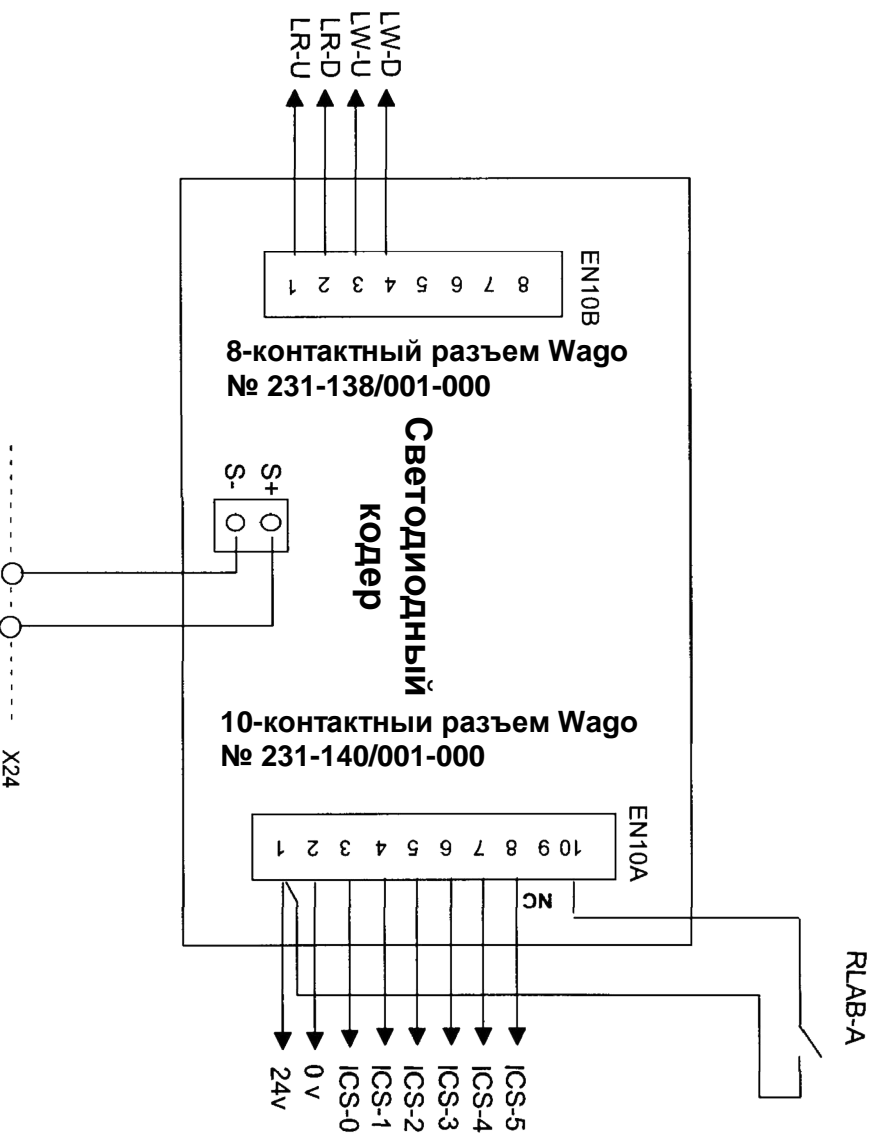

Рис. 2
4. Руководствуясь схемой на **Рис. 2** на следующей странице, сделайте подключение между S+ и S- на кодере к X24 на устройстве управления.